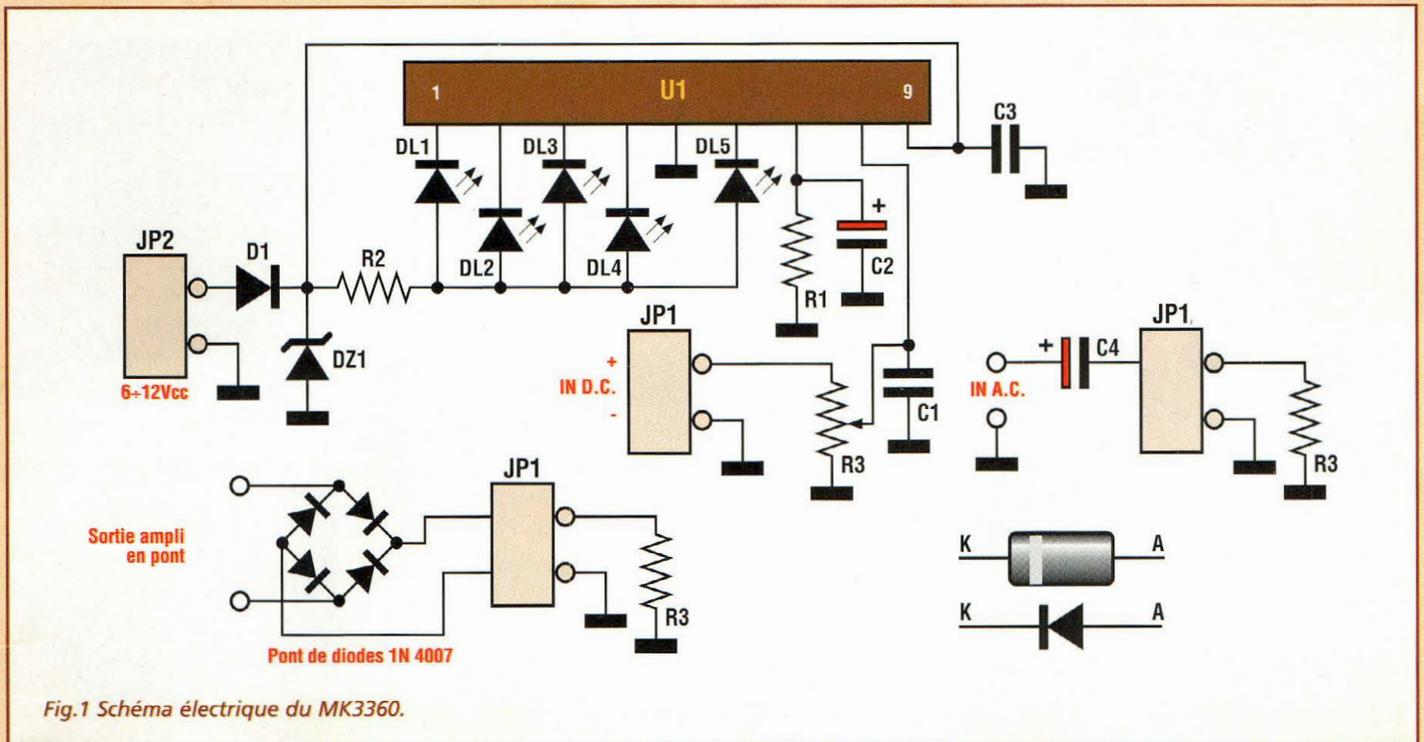

Fig.1 Schéma électrique du MK3360.
Le schéma électrique du MK3360 est reproduit en fig.1. Basé sur le circuit intégré U1, le montage ne réclame que quelques composants externes.
d'insérer ou non le condensateur C4 en série à l'entrée du montage comme le met en évidence la fig.1. Pour une mesure en continu, ne pas monter le condensateur C4 et raccorder directement le signal au bornier JP1 en respectant sa polarité. Pour une mesure sur un si-
Pour monitorer un appareil disposant d'une sortie en pont, réaliser nécessairement le circuit de redressement illustré en fig.1. La présence d'un simple pont de diodes évite d'endommager l'étage de sortie.
Diodes 1N4007 (voir fig.1)
N.B. Lorsque l'entrée alternative est utilisée, monter C4. Le raccordement à un ampli en pont nécessite l'adjonction d'un pont de diodes (voir fig.1).